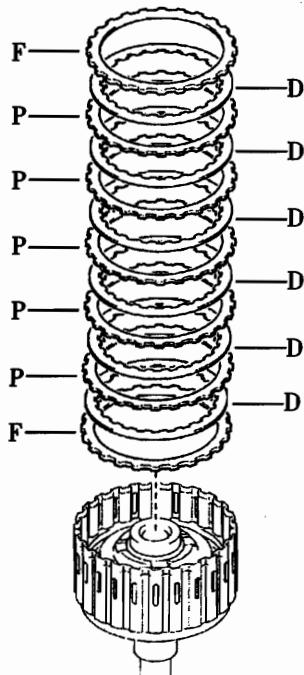

图 12-1-129
②如图 12-1-129 所示, 从输入轴总成上拆下 2 个法兰、6 个离合器盘和 5 个离合器片。
- ②如图 12-1-129 所示, 从离合器鼓总成上拆下倒挡离合器法兰、6 个离合器片和 5 个离合器盘。
(5) 安装直接挡离合器盘。
①如图 12-1-129 所示, 将倒挡离合器法兰、6 个离合器片和 5 个离合器盘安装到离合器鼓分总成上。